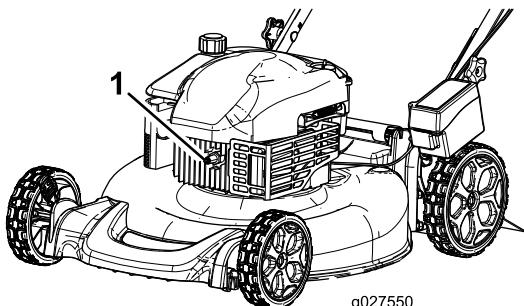

Figura 21
- Desligue o fio da vela da ignição da vela da ignição (Figura 21) antes de executar qualquer procedimento de manutenção.